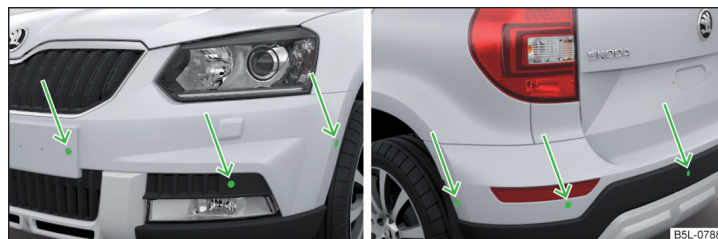

Fig. 133 Emplacement de montage des capteurs du côté gauche du véhicule : avant/arrière
- Gardez les capteurs du système » fig. 133 à la page 119 propres, sans neige ou glace et ne les recouvrir en aucun cas d'objets, sinon l'efficacité du système se verra diminuée.
Le système calcule sur la base d'ondes ultrasons la distance entre le pare-chocs et un obstacle. Les capteurs ultrasons se situent, en fonction de l'équipement du véhicule, dans le pare-chocs arrière ou également avant » fig. 133.